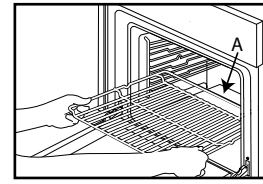

Fig. 1
1. För in gallret vågrätt med den höjda sidan "A" uppåt (fig. 1).